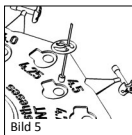

Bild 5
■ **Bild 5** Protesen TTP®VARIAC förs in i den därtill avsedda fördjupning i tolkskivan, som motsvarar den tidigare bestämda längden (se ovan: Användning av tolkskivan). Detta bör ske med hjälp av den valfritt levererbara titanpincetten (REF 8000 136).